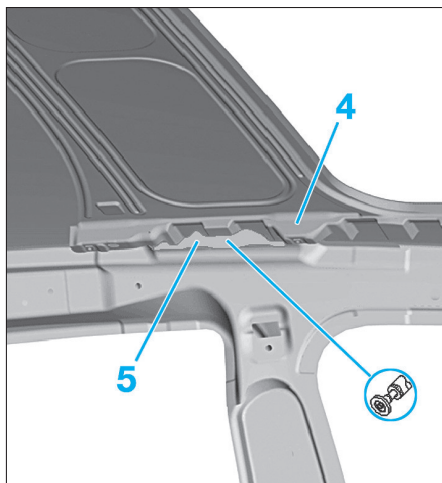

FIG. 118
- Meuler l'accostage entre le renfort de toit ouvrant (5) et le cadre de pavillon (4) (Fig.118).